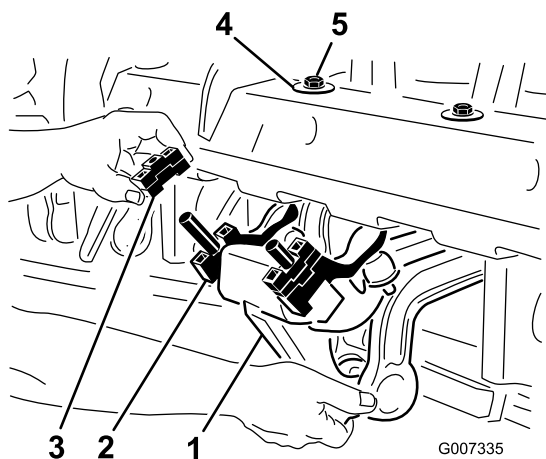

Figura 26
1. Togliete i 2 dadi di bloccaggio ($\frac{1}{2}$ ") che fissano il gruppo ammortizzatore Rotalink al sottoscocca del telaio della testa di carotaggio (Figura 26).
2. Abbassate il gruppo ammortizzatore per esporre i distanziali (Figura 26).
- Montate nuovamente il gruppo ammortizzatore sul telaio della testa di carotaggio. Accertatevi che la rondella D sia montata contro il telaio della testa di carotaggio, come illustrato nella Figura 26. Fissate i 2 dadi di bloccaggio.